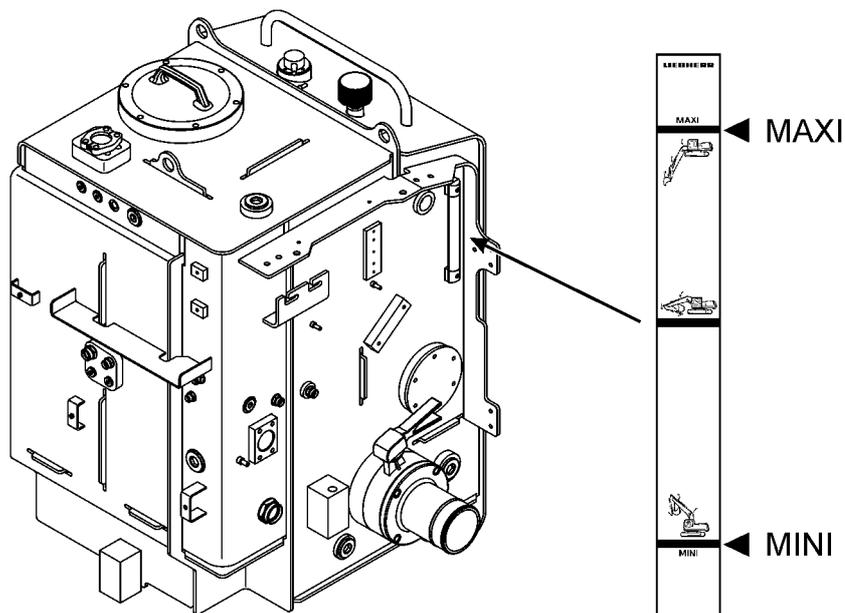

Fig. 5-42 Nivel de aceite del depósito hidráulico
- ▶ Volver a llenar con aceite en la cámara del circuito de retorno pasando por el cartucho filtrante **2** o por el tornillo tapón **4** hasta que el nivel llegue exactamente la marca media en la mirilla (véase Fig. 5-42).